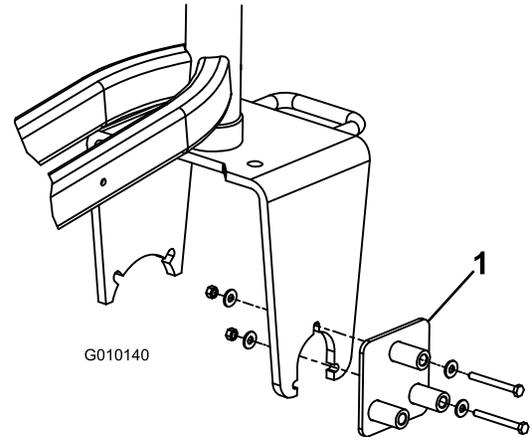

Figura 1
1. Monte o guia de perfuração no lado esquerdo da forquilha da roda giratória com (2) parafusos de 5/16 x 3 pol., (4) anilhas e porcas 3/8 x 7/8. Coloque os componentes como indicado em Figura 1.